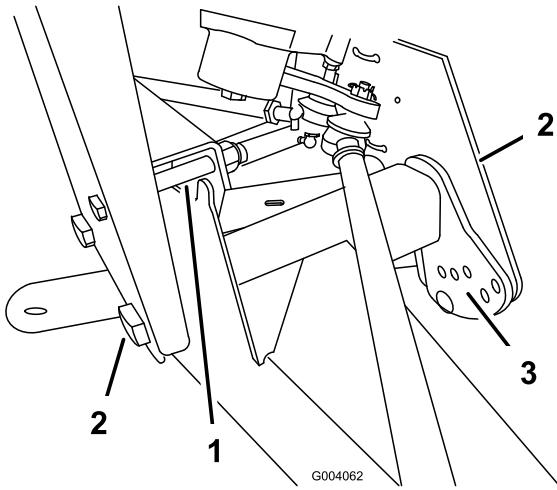

Bild 41
2. Entfernen Sie die Anschlagschraube (Bild 41).
3. Lockern Sie die Zentrierschrauben im vorderen A-Arm (Bild 41).
4. Entfernen Sie die Fahrhöhe-Einstellschraube (Bild 41).
5. Drehen Sie den vorderen A-Arm in die gewünschte Stellung (siehe die nachstehenden Hinweise) und schrauben die Fahrhöhe-Einstellschraube wieder ein (Bild 41).
7. Ersetzen Sie die Anschlagschraube (Bild 41).